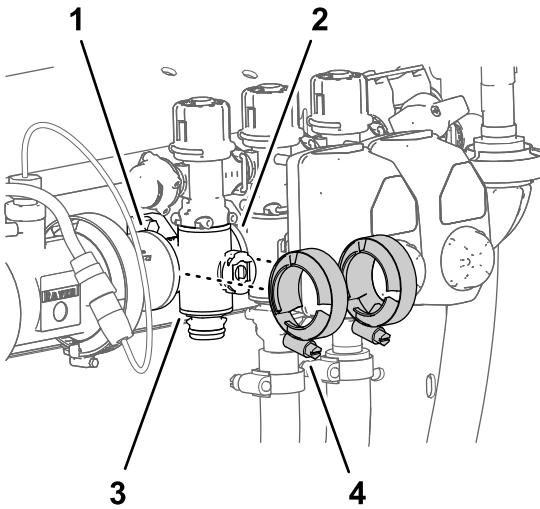

图 115
- 将在 拆下喷洒臂段歧管阀 (页码 63) 中卸下的法兰夹具松松安装到喷洒臂段阀歧管的法兰上以及其他喷洒臂段阀和/或耦合适配器的法兰上图 115。
7. 用手拧紧 2 个法兰夹具 图 115。